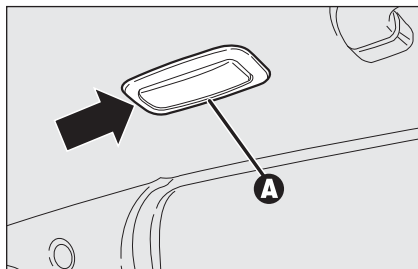

fig. 44
- enlever le plafonnier **A-fig. 44** en agissant dans le point indiqué par la flèche;